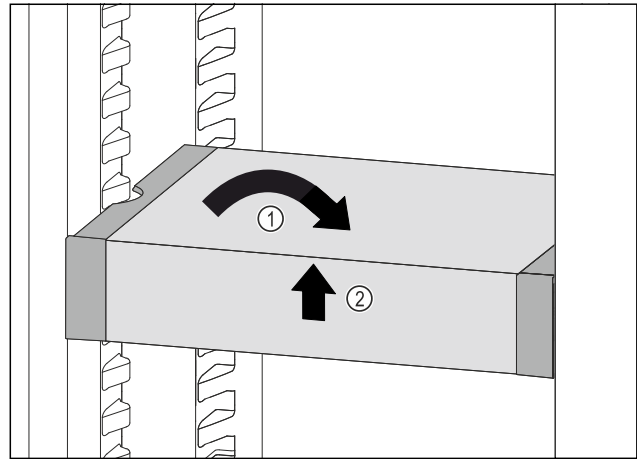

Fig. 93
- ▶ VarioSafe gerade stellen. Fig. 93 (1)
- ▶ VarioSafe vorne anheben. Fig. 93 (2)